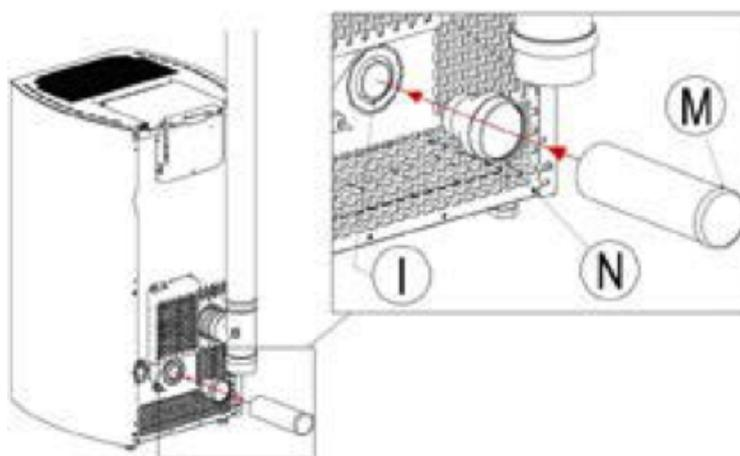

Fig. 8 - Collegamenti
- Raccordare N con Q utilizzando un tubo flessibile o rigido di diametro 60 mm con una lunghezza massima di 2 metri (vedi Fig. 8).